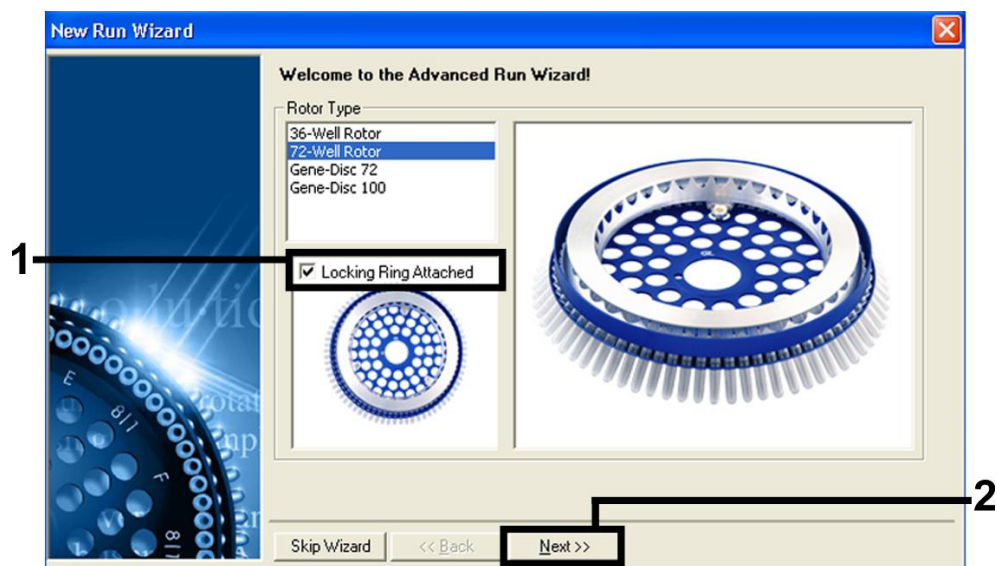

Abbildung 1. Das Dialogfeld „New Run Wizard“ (Assistent für neuen Lauf).
7. Öffnen Sie zunächst das Dialogfeld **New Run Wizard** (Assistent für neuen Lauf) (Abb. 1). Markieren Sie das Kontrollkästchen **Locking Ring Attached** (Schließring angebracht) und klicken Sie dann auf **Next** (Weiter).